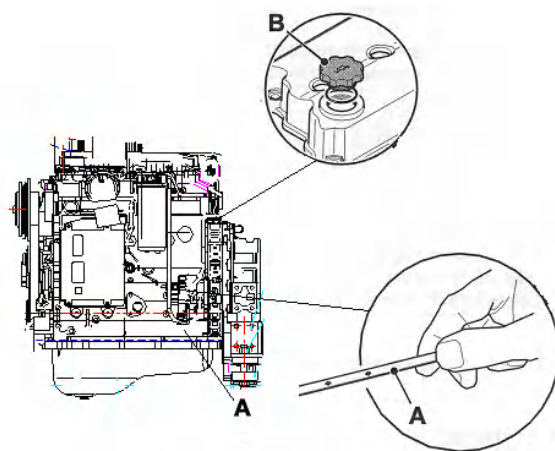

图 3-20
- 将发动机机体侧面的油尺拔出,擦进其头端后插进,再将其拔出检查。(图 3-20)